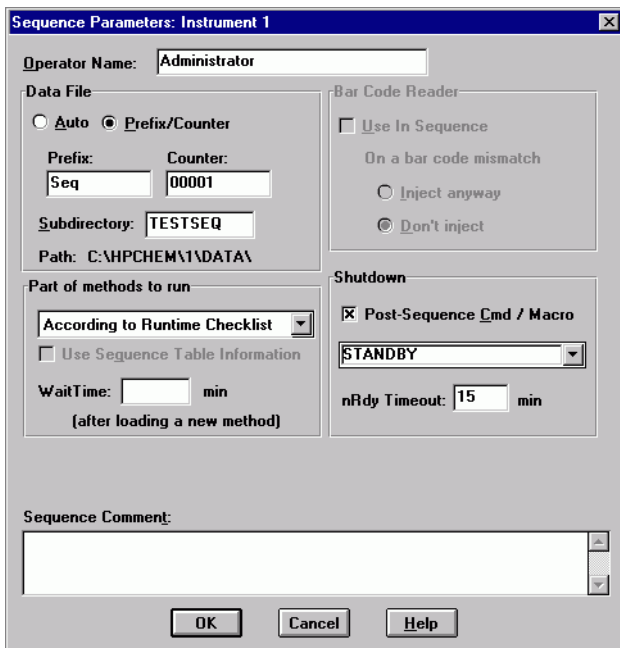

图 15 序列参数 (Sequence Parameters) 对话框
- 4 显示**序列参数 (Sequence Parameters)** 对话框 (见图 15)：